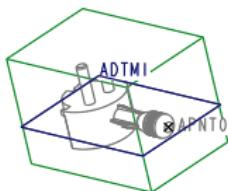
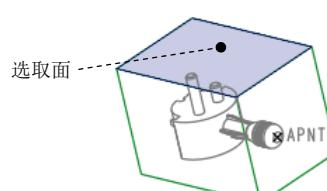

图10.29 创建基准平面DTM1
图10.30 选取面
Step2. 穿过基准点APNT0，创建图10.29所示的基准平面ADTM1。操作过程如下。
- ① 在**模具**功能选项卡**基准**区域单击工具栏中的创建“基准平面”按钮。
- ② 选取基准点APNT0。
- ③ 按住Ctrl键，选取图10.30所示的工件上表面。
- ④ 在“基准平面”对话框中单击**确定**按钮。